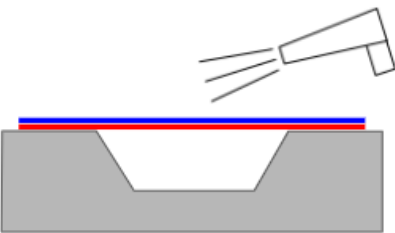

Fig.2
- 2) Chauffez le matériau à une température comprise entre 35°C et 50°C afin d'assouplir le film, ce qui facilitera le processus d'incrustation. *Fig.2*